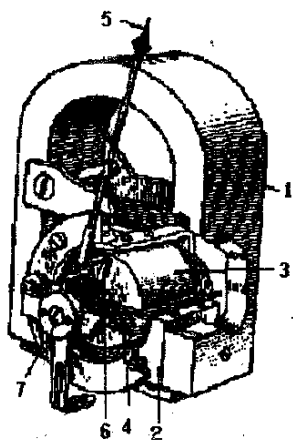

Рис.3
Необходимость нескольких шкал часто бывает связана с ещё одной причиной: большинство точных гальванометров имеют **магнитоэлектрическую систему**, способную измерять лишь постоянные токи. Действительно, прибор такой системы (рис.3) использует свойство рамки с током (4) поворачиваться под действием сил Ампера в магнитном поле сильного постоянного магнита 1 до тех пор, пока плоскость рамки не станет перпендикулярной полю. В приборе повороту рамки препятствуют две высокоточные спиральные пружинки (6), по которым подводится ток, поэтому отклонение стрелки (5), закрепленной на одной оси (7) с рамкой, будет пропорциональным току в ней; без пружин измерение невозможно. В итоге шкала прибора линейна (цена деления одинакова в любом месте шкалы), что удобно для измерений, достаточно высока чувствительность и точность при не слишком сложной конструкции. В частности, железные полюсные наконечники (2) и цилиндр (3), на котором находится рамка, не только концентрируют и резко усиливают поля магнита и рамки, увеличивая их взаимодействие, но и экранируют от внешних магнитных полей; корректор позволяет поворотом одной из пружин установить стрелку на шкале; алюминиевый каркас рамки за счёт возникающих в нём токов Фуко служит успокоителем (демпфером) колебаний, и стрелка быстро устанавливается в рабочее положение. Вместе с тем, рамка боится сильных токов; кроме того, при смене направления тока изменяется и направление поворота стрелки, т.е. для измерения переменных токов прибор не пригоден. Поэтому в универсальных приборах с гальванометрами магнитоэлектрической системы приходится сначала переменный ток выпрямлять с помощью, например, полупроводникового диода. Но он как вносит собственное сопротивление, так и является нелинейным устройством (да ещё с ограниченным рабочим интервалом частот), поэтому отдельную шкалу для тока использовать приходится обязательно. Иногда для напряжений также имеется отдельная шкала, так что в ампервольтметре делают по 2 шкалы для переменных и постоянных величин. В авометре, следовательно, шкал в таком случае будет